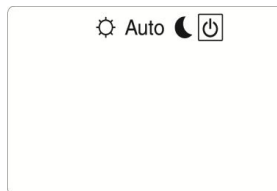

Fig. 16
- 1) druk op de toets (▶) totdat het symbool  voor werking in stand-by wordt geselecteerd, zie Fig. 16;